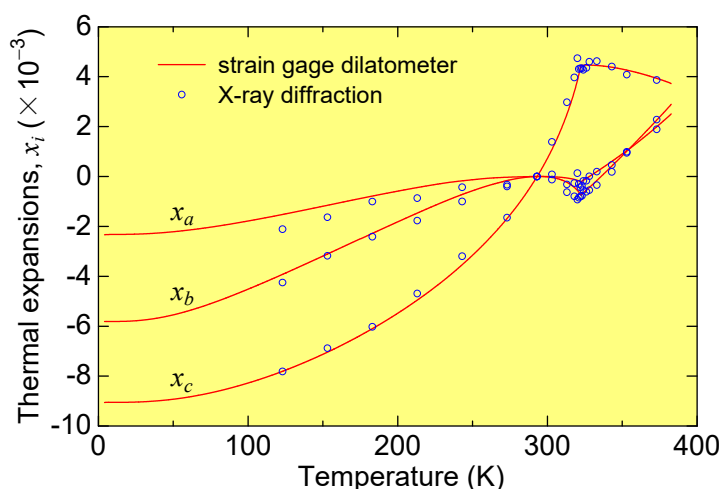

図2 熱膨張 x_a , x_b , x_c の温度依存性
- 本熱膨張計による結果(赤い曲線)とX線回折で測定した格子定数から求めた結果(青い丸)は良く一致していた(図2)。また、相転移点322.6 K付近で明確な変化が認められる。この熱膨張計で測定した単斜角 β の温度依存性も同様にX線解析の結果と良く一致していた。